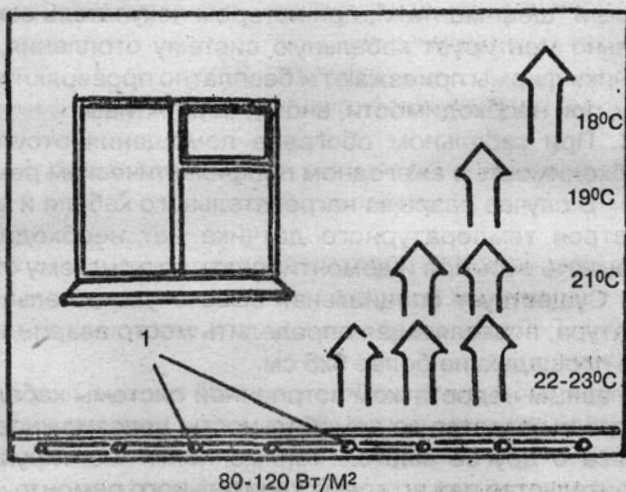

Рис. 76. Распределение температуры при кабельном отоплении:
2. При кабельном обогреве отсутствуют конвекционные потоки, увлекающие за собой пыль и отрицательным образом сказывающиеся на состоянии здоровья обитателей дома. Нагретый воздух равномерно поднимается снизу вверх по всей площади помещения. Наиболее высокая температура воздуха концентрируется не под потолком, а у пола. С набором высоты температура воздуха понижается: 22-24°C – у пола, 19-20°C – на уровне человеческого роста и 18°C – под потолком (**рис. 76**). Таким образом, при кабельном отоплении распределение температуры по высоте более комфортно, чем при конвекционным способе обогрева.